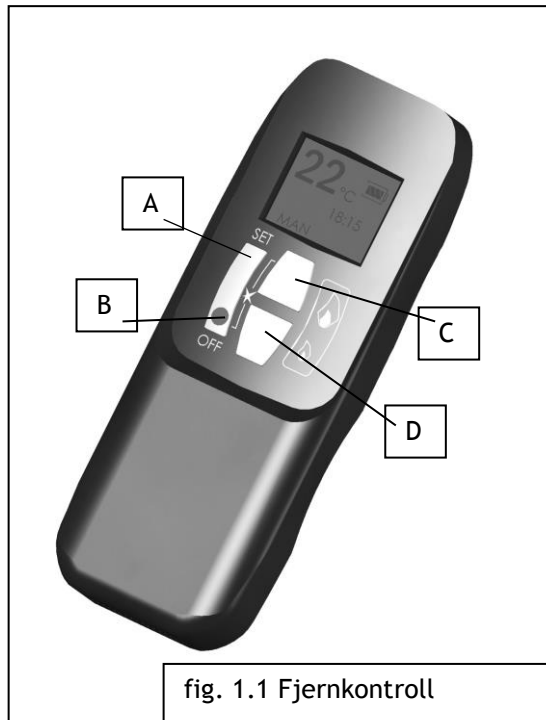

fig. 1.1 Fjernkontroll
Press og hold RESET knappen med en spiss gjenstand (en penn eller lignende) til du hører to pip. Etter det andre litt lange pipet så slippes RESET knappen. Innen 20 sekunder trykk på D knappen (fig. 1.1 Side 8) til du hører et langt signal som bekrefter at senderkode er satt.
Trykk på AV-knappen (knapp B fig. 1.1) på fjernkontrollen. Dette vil slukke alle brennere inkludert pilotflammen.
Merk: - Hvis du gjentatte ganger trykker på den lille flamme knappen (knapp D fig. 1.1) vil brennerne skrus av men pilotflammen vil være tent.
For å øke flammen, trykk på den store flamme knappen (knapp C fig 1.1.).
For å redusere flammen, trykk på den lille flamme knappen (knapp D fig 1.1.).
Trykk samtidig på OFF og LITEN FLAMME (knapper B og D fig. 1.1) inntil displayet skifter fra Fahrenheit/12 timers klokke til Celsius/24 timers klokke og vice versa.
B. Samtidig å trykke på STOR FLAMME og LITEN FLAMME (knapper C og D fig. 1.1)
Trykk på STOR FLAMME (knapp C fig. 1.1) for å stille timer.
Trykk på den LITEN FLAMME (knapp D fig. 1.1) for å stille minutter.
Trykk OFF (knapp B fig. 1.1) for å gå tilbake til standard driftsmodus eller bare vent og den vil gå tilbake til standard modus etter ca. 15 sekunder.